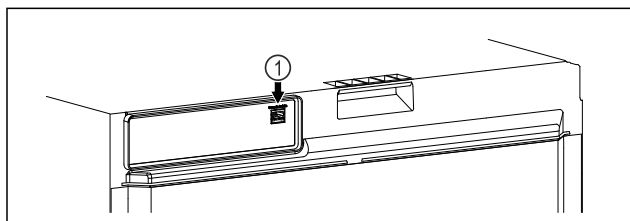

Fig. 141
- SmartModule Fig. 141 (1) je nasadený.